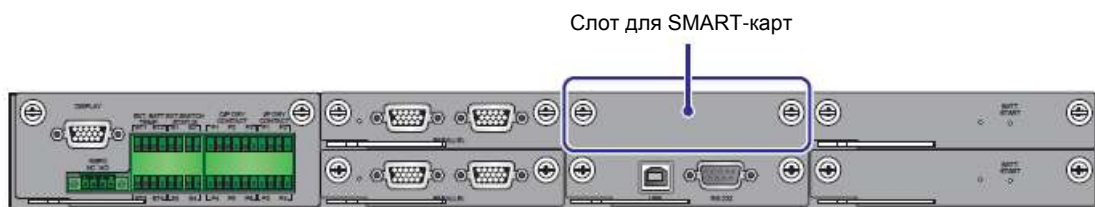

Рисунок 4-13: Расположение слота для SMART-карт
1. В слот можно вставить релейную карту ввода/вывода для расширения функций сухих контактов, см. **Рисунок 4-13**. Для соответствующей информации по установке и применению, обратитесь в службу технической поддержки Delta.